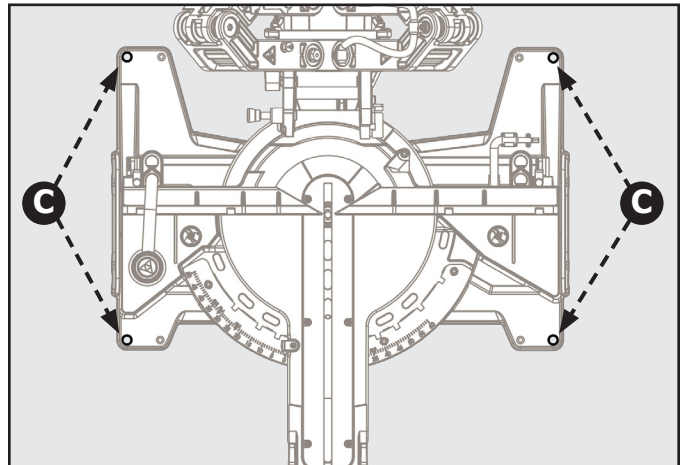

Figura 6
**⚠ ADVERTENCIA:** A fin de garantizar un funcionamiento seguro y preciso, se deberá colocar la sierra sobre una superficie estable y nivelada, como, por ejemplo, un banco de trabajo. Para colocar la herramienta en una superficie estable, consulte la Figura 6 y realice lo siguiente: